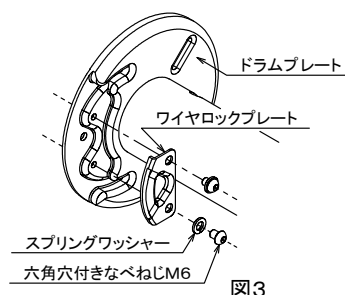
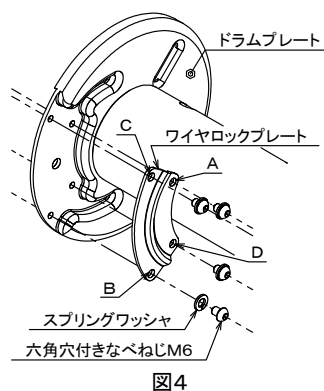
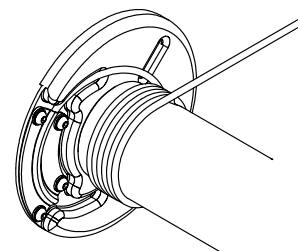

図3
図4
図7
- 図3または図4のようにワイヤロープ固定部にセットされている六角穴付きなべねじ M6×8（スプリングワッシャ付き）を弛めてワイヤロックプレートを取り外します。
- 図7のように4本の六角穴付きなべねじ M6×8（スプリングワッシャ付き）を用いてワイヤロックプレートを締付け、ワイヤロープの末端をドラムに固定します。(ST-1型, ST-3型, SB-1型, SB-3型, ESB-1型, ESB-3型, RST-1型, RST-3型, RSB-1型, RSB-3型, ERSB-1型, ERSB-3型は、図3の六角穴付きなべねじ M6×8（スプリングワッシャ付き）が2本のタイプです。)